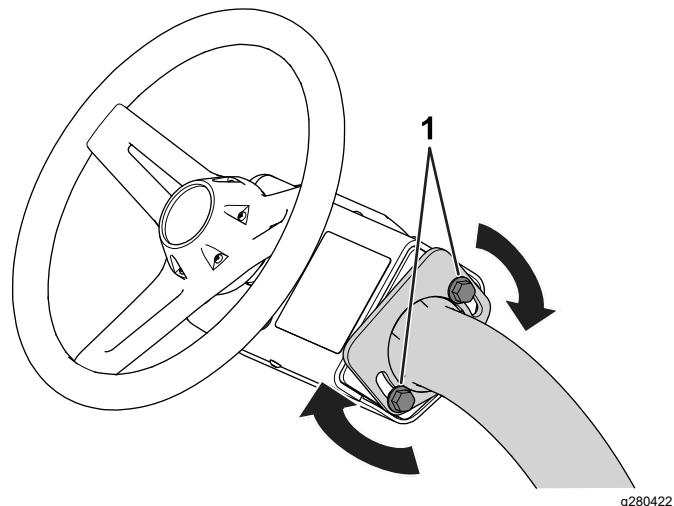

Figura 28
3. Apriete los pernos (Figura 28) para fijar el volante en la posición deseada.
1. Afloje los pernos (Figura 28) que sujetan el conjunto del volante al brazo de dirección.